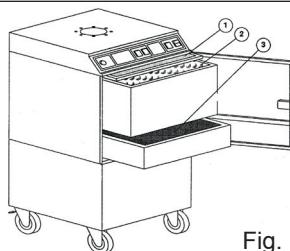

Fig. 1
Il filtro meccanico scorrevole KEMPER viene principalmente utilizzato per l'aspirazione puntiforme del fumo di saldatura. L'apparecchio può pertanto essere dotato di uno o due bracci aspiranti flessibili e di diversi optional (start/stop automatico, interruttore di accensione e spegnimento sopra la cappa aspiratrice e illuminazione). L'aria contenente sostanze nocive viene catturata dalla cappa aspiratrice e trasportata successivamente al filtro attraverso il braccio aspirante. In un telaio del prefiltrato (1) con feltro sostituibile vengono dapprima trattenute le particelle più grandi. Il filtro principale a valle (2) separa anche le particelle di fumo molto sottili con un rendimento superiore al 99 %. Negli apparecchi dotati di filtri ai carboni attivi (3), in un ulteriore stadio del filtro vengono assorbite anche le sostanze nocive allo stato gassoso. L'aria purificata viene aspirata dal ventilatore ubicato nella parte inferiore dell'apparecchio e messa in circolo nella zona di lavoro. (vedere la Fig. 1).